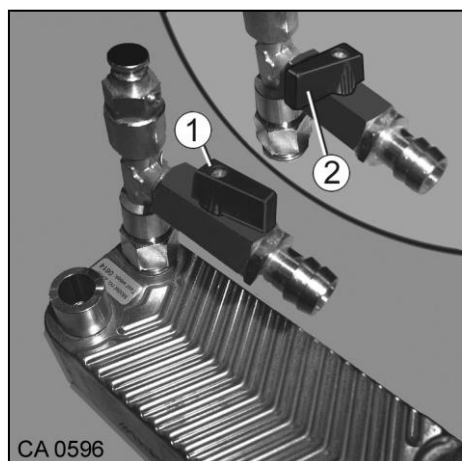

Fig. 120 Vanne de sectionnement de l'échangeur thermique
1. Ouvrir la vanne de sectionnement (Fig. 120/1).
- Pour éviter tout chauffage non-intentionné du circuit de chauffage en mode Été, fermer la vanne de sectionnement (Fig. 120/2).